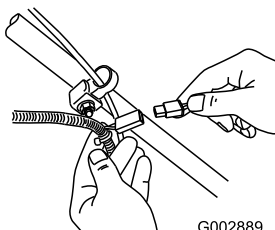

Figure 47
1. Branchez le chargeur au faisceau de câblage de la tondeuse situé sous la clé de contact (Figure 47).